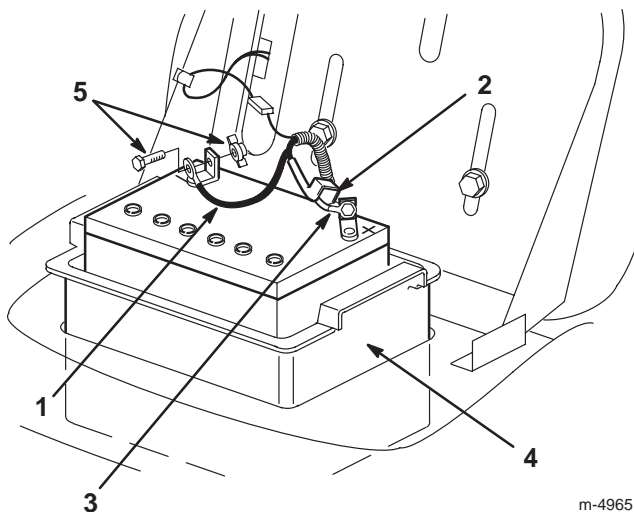

Figure 23
- Débranchez le câble négatif (noir) de mise à la masse de la borne de la batterie (Fig. 23).
- Repoussez le capuchon en caoutchouc sur le câble positif (rouge). Débranchez le câble positif (rouge) de la borne de la batterie (Fig. 23).
- Déposez le bac de la batterie et la batterie du châssis (Fig. 23).
- Placez le compartiment de la batterie et la batterie dans le châssis (Fig. 23).
- Connectez le câble positif (rouge) à la borne positive (+) de la batterie à l'aide du boulon et de l'écrou papillon (Fig. 23). Glissez le capuchon en caoutchouc sur la borne de la batterie.
- Connectez le câble négatif (noir) à la borne négative (–) de la batterie à l'aide du boulon et de l'écrou papillon (Fig. 23).